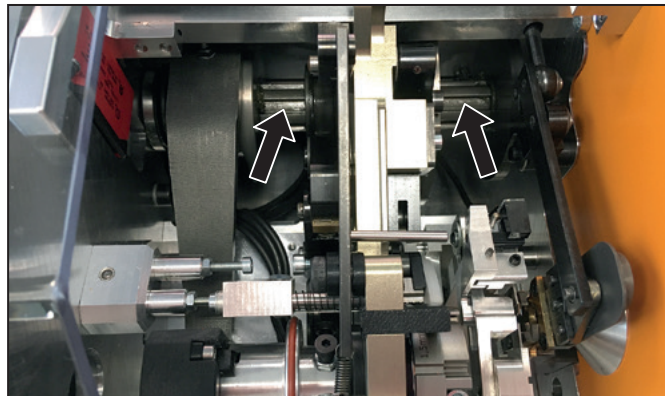

Bild 7.6 Schmierstellen Antriebswelle
- Schmieren Sie die Antriebswelle an den gezeigten Stellen, siehe Bild 7.6.